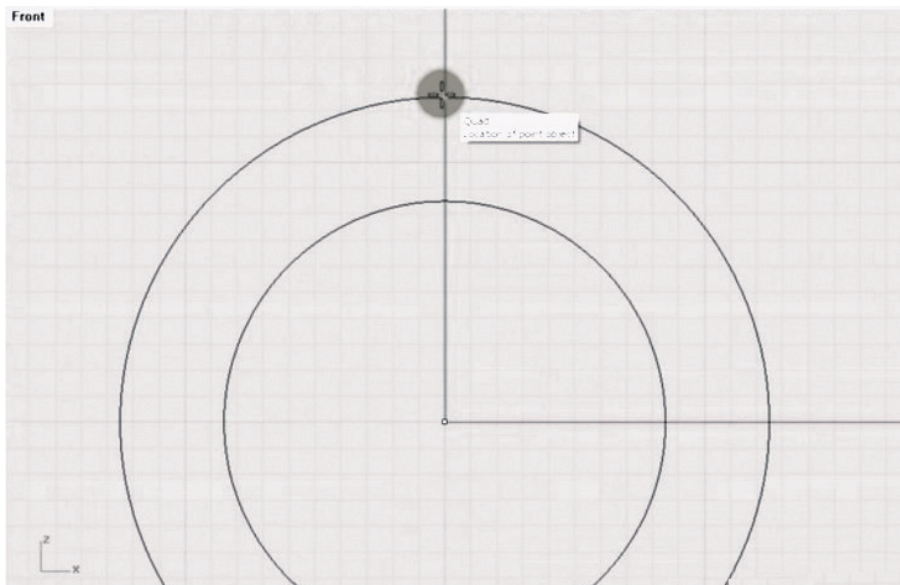

Рис. 95. Проставление вспомогательной точки
3. Выбираем Point и ставим точку на пересечении большей окружности и оси Y (рис. 95).